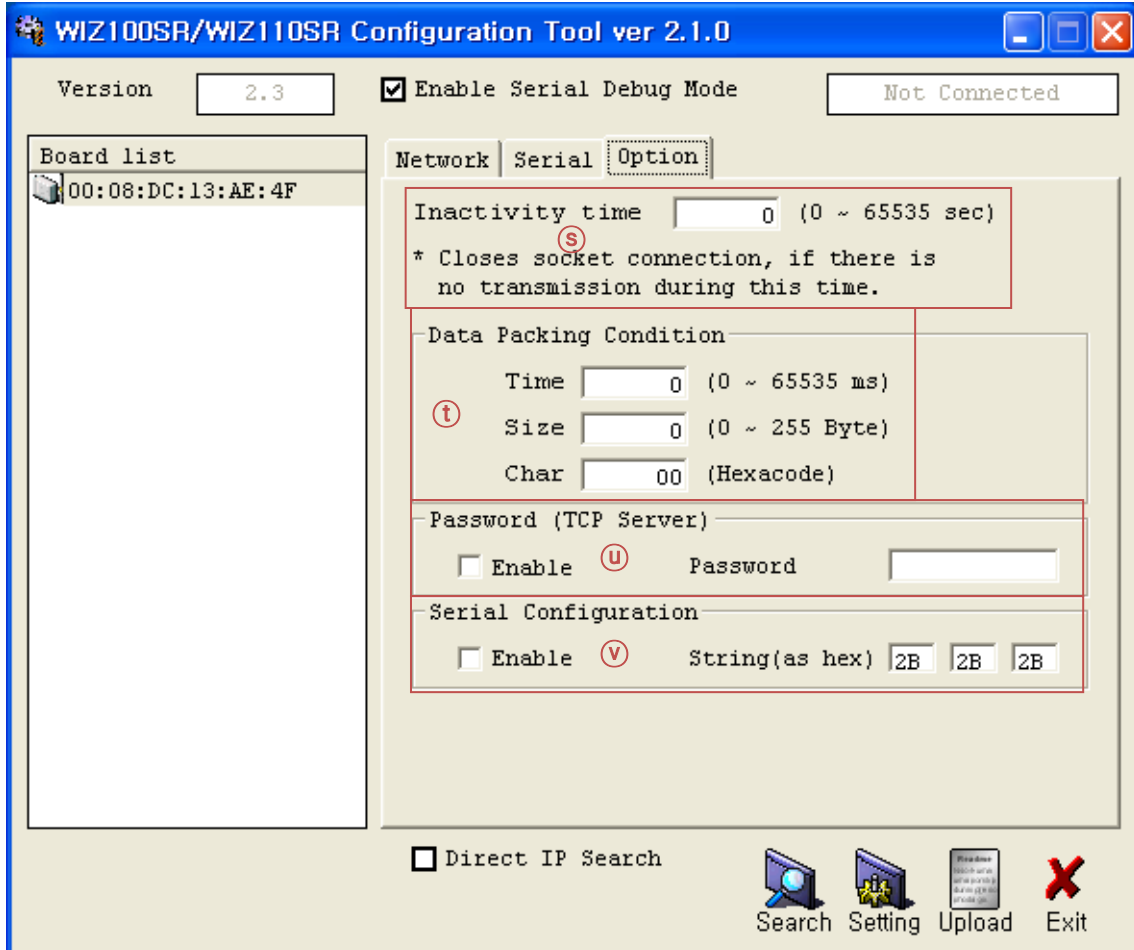

图 8. 配置工具(选项配置.)
3. 如图8所示，选择Option标签并点击“Password”菜单的‘Enable’框。
⑤ Serial Configuration串口配置: